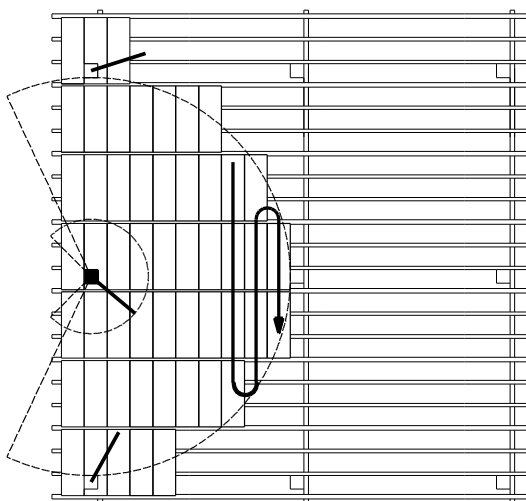

Bild 33. Formsättningsprocess
1. Planera alltid arbetet i förväg och försäkra att den lämpligaste platsen väljs för den första SkyReach Förankringsenheten. Det är oerhört viktigt att arbetsområdet formsätts progressivt, mot öppen kant när SkyReach Förankringsenhet används, se rörelsemönstret som visas i Bild 33.